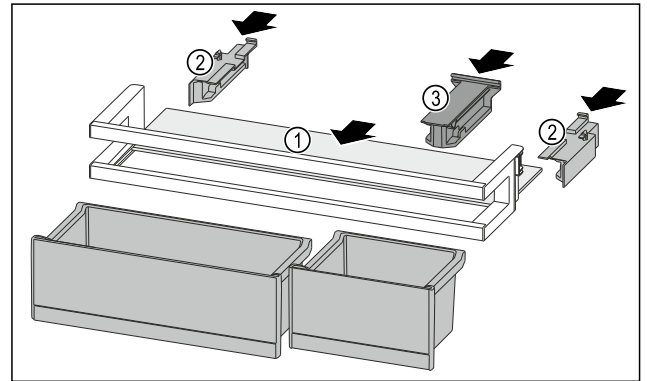

Fig. 162
- ▶ Abstellfläche Fig. 162 (1) in die seitlichen Aussparungen einschieben.
- ▶ Seitenteile Fig. 162 (2) einsetzen.
- ▶ Halteteil Fig. 162 (3) einsetzen.